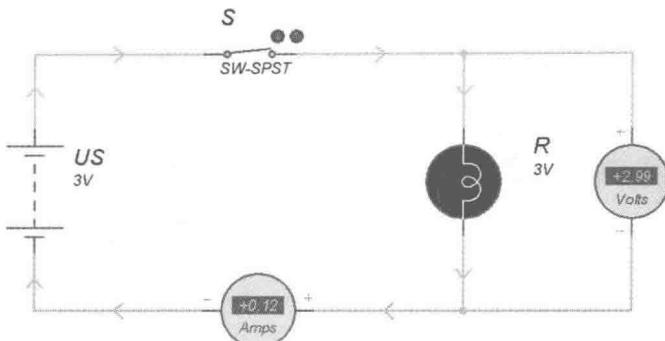

图 1-8 手电筒电路仿真结果
(2) 全速运行仿真。单击工具栏的“运行”按钮 ，首先闭合 S，仿真运行结果如图 1-8 所示。
在图 1-8 所示的电路中，当开关闭合时，电源正极会流出大量的电荷，电荷的定向移动就形成了电流，它们经过导线、开关流进灯泡，这些电荷在流经灯泡内的钨丝时，钨丝会因发热、温度急剧上升而发光，然后电流再从灯泡流出，回到电源的负极。